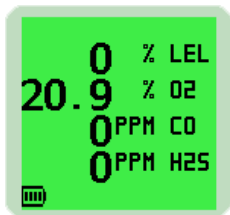

Fig. 2-18 Display di funzionamento normale
- 1) Avviare iniziando dal display di funzionamento normale, come mostrato in Fig. 2-18. Premere una sola volta il pulsante Destro (D)  per accendere la retroilluminazione dello strumento.